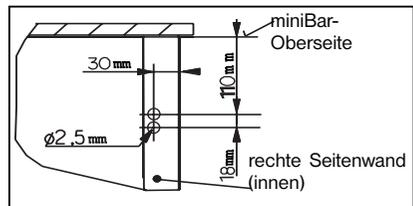

Abbildung 9.
1. Befestigen Sie das Kabel mit der Haltetasche (A) an der Seitenwand auf der Scharnierseite. Bohren Sie dazu Löcher entsprechend der Abbildung 9.